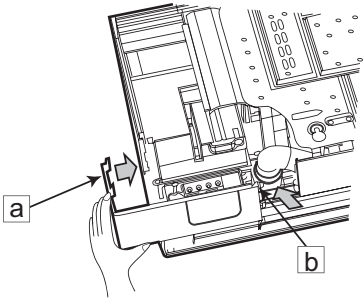

图14-1
(1) 连接盖板拆去顺序
用手将面框右下角风室下盖板 ①、② 处的钩子沿箭头方向拉，将风室下盖板取出。（如图14-1）